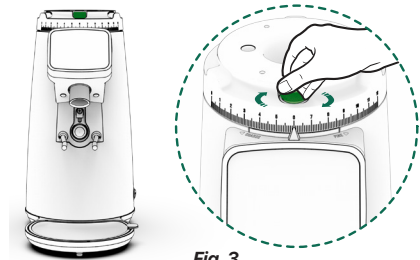

Fig. 3
12.3.3. Para evitar perder la posición de la escala del regulador con respecto al punto de molienda actual, es esencial apretar el freno regulador de molienda (6), girándolo en sentido horario (Fig. 3).